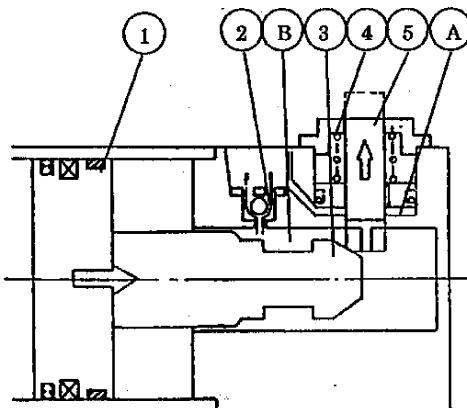

図1
- (a) シリンダのピストン①がストロークエンドに近づくと、ストッパピストン⑤はスリープ③の斜面にそって押し上げられます。(図1)